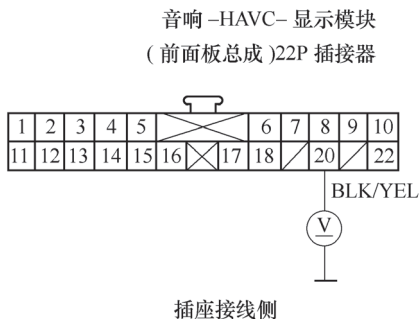

图 5-109 测量前面板总成 22P 插接器的 20 号端子和车身搭铁之间的电压
3) 将点火开关置于 ON (II) 位置。
4) 如图 5-109 所示，